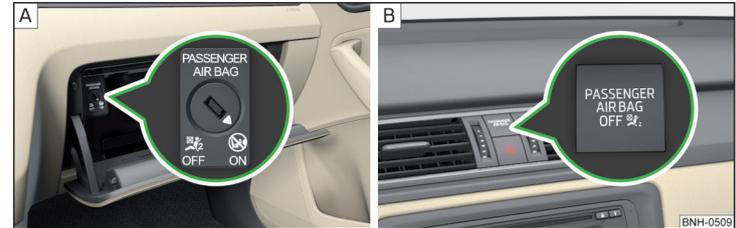

Abb. 12 Schlüsselschalter für Beifahrer-Frontairbag / Kontrollleuchte für Beifahrer-Frontairbag
Der Beifahrer-Frontairbag kann mit dem Schlüsselschalter abgeschaltet werden » Abb. 12 auf Seite 19 - A.
Stellungen des Schlüsselschalters » Abb. 12 - A
- › Mit dem Schlüssel den Schlitz des Schlüsselschalters » Abb. 12 - A vorsichtig in die Position **OFF** drehen.
- › Prüfen, ob nach dem Einschalten der Zündung die Kontrollleuchte **OFF**  unter dem Schriftzug **PASSENGER AIR BAG** » Abb. 12 - B leuchtet.
- > Mit dem Schlüssel den Schlitz des Schlüsselschalters » Abb. 12 - [A] vorsichtig in die Position **ON** drehen.
- > Prüfen, ob nach dem Einschalten der Zündung die Kontrollleuchte **OFF** ⚡ unter dem Schriftzug **PASSENGER AIR BAG** » Abb. 12 - [E] nicht leuchtet.